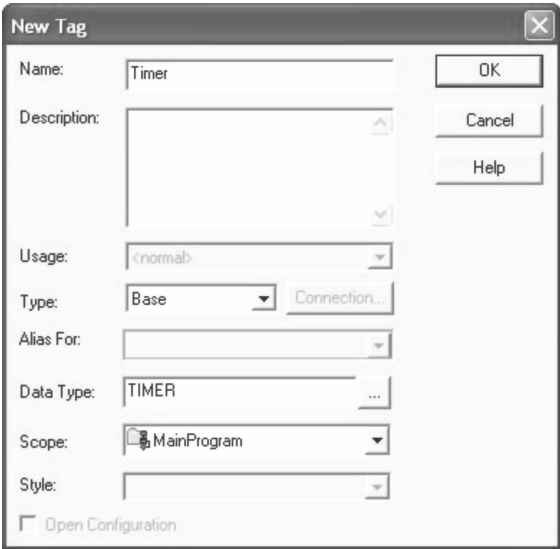

图 8-7 输入“定时器”标签信息
7. 在“名称”（Name）字段中输入“Timer”，然后单击“确定”（OK），如图 8-7 所示。